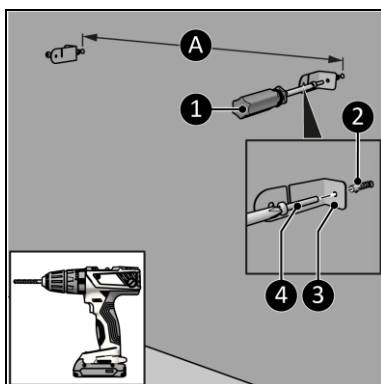

Figura 10
4. Faceți două găuri la cel puțin 610 mm deasupra podelei, pentru suporturi. Distanța dintre găuri este de aproximativ (Figura 10, poz. A)*:
5. Așezați prizele de perete (Figura 10, poz. 2).
6. Înșurubați și strângeți un suport stânga și unul dreapta (Figura 10, poz. 3) pe perete cu un șurub mare (Figura 10, poz. 4), folosind o șurubelniță Phillips (Figura 10, poz. 1).